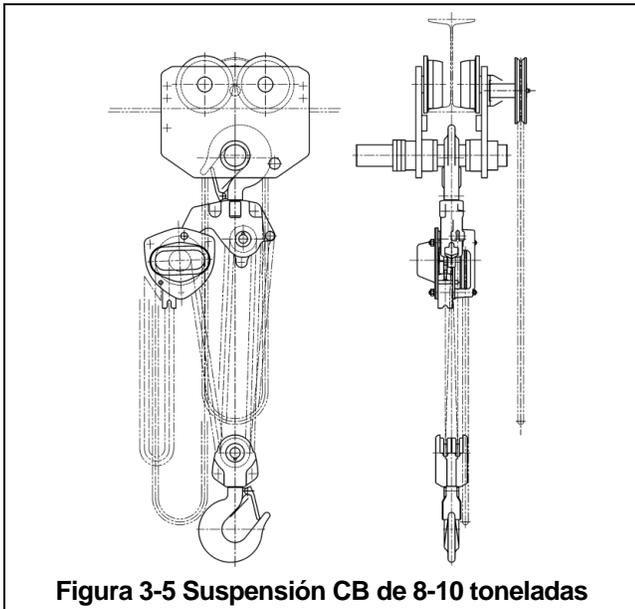

Figura 3-5 Suspensión CB de 8-10 toneladas
- 3.1.3 Para capacidades de 8 a 10 toneladas, los polipastos de cadena modelo serie CB de Harrington se suspenden con el gancho directamente en el eje de suspensión del trole como se muestra en **Figura 3-5**. Como el polipasto está suspendido directamente en el gancho, no se necesita una preparación adicional del polipasto. Vea la **Sección 3.4** para obtener más información sobre el ensamblaje del trole.